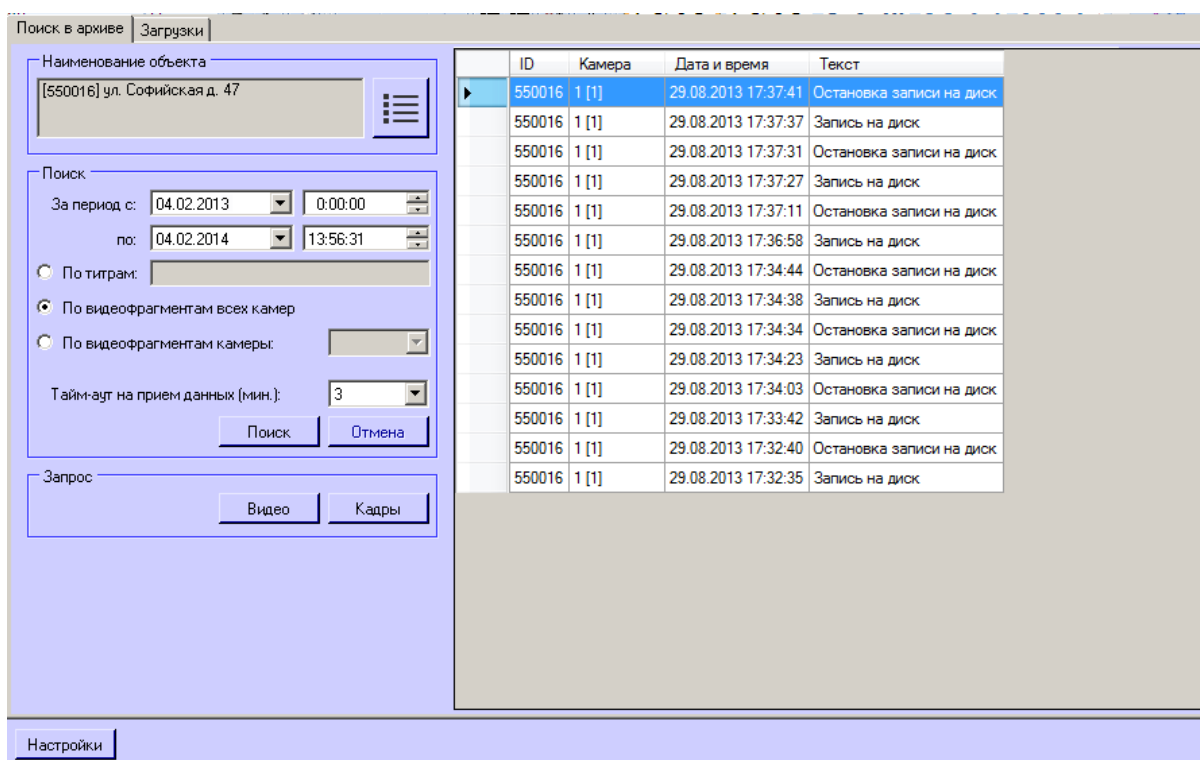

Рис. 5.3—2 Результаты поиска
3. Выбрать объект из списка **Наименование объекта** и нажать кнопку **Поиск**. В случае удачного завершения операции, результат поиска в архиве отображается в виде списка строк (Рис. 5.3—2). Количество передаваемых строк ограничено числом 500